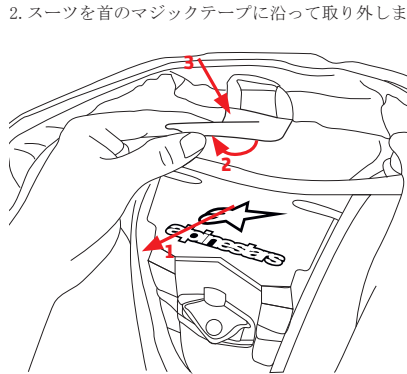
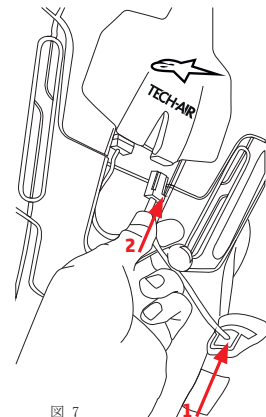

図 6
図 7
3. ふたつめの首用マジックテープアタッチメントフラップ (12)をはがして、ベストの首用マジックテープアタッチメント(13)に装着します。この新しいフラップ部分を中心に取り付けます(図6)
4. 肩下部のマジックテープアタッチメント(15)と肩上部マジックテープアタッチメント (14) スーツ内のそれぞれのパッチにつけて、右肩左肩に沿って合わせます。
5. 保管ポケットからLED 表示プラグを取り外し (17) グレーのソケット (5) に差し込みます(図7)
8. スーツの黄色ジップ (10) とベスト (1) を使ってスーツの中にベストを納めます。